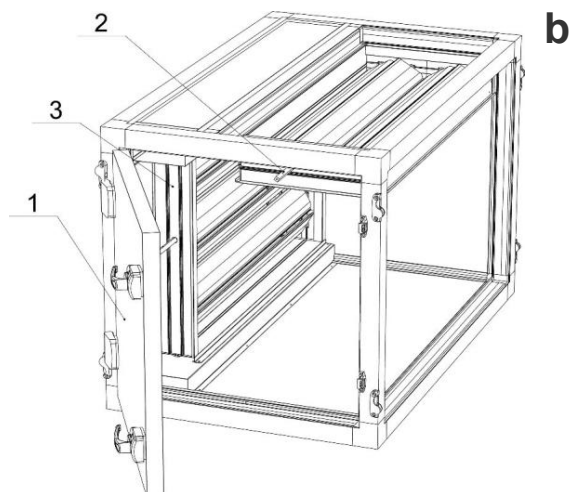

Abbildung 6.7.2 -
2. Einstufiges Mischteil mit zwei Klappen innen (Abbildung 6.7.2 / **(b)**)